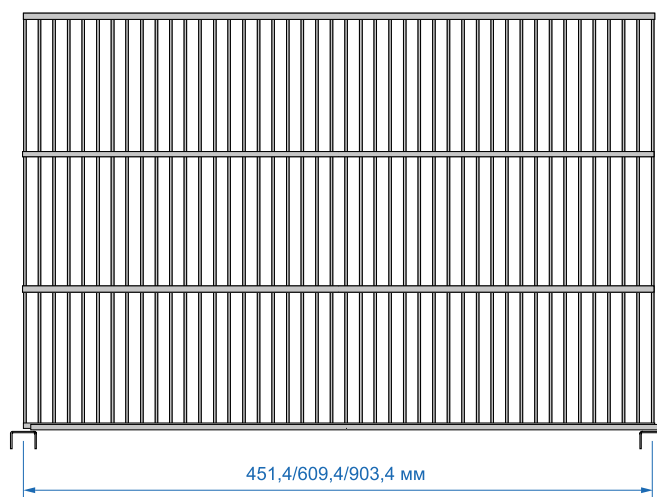

Рис. 1
Расстояние между осями направляющих при креплении к стеновому покрытию для установки сетчатых полок на 607 мм должно составлять 609,4 мм (рис. 1).
Если элементы системы 450 мм шириной, то расстояние между осями направляющих 451,4 мм (рис. 1).
Если элементы системы 900 мм шириной, то расстояние между осями направляющих 903,4 мм (рис. 1).
- Установить кронштейны для меламиновых полок в технологические пазы настенных или навесных направляющих (рис.1);